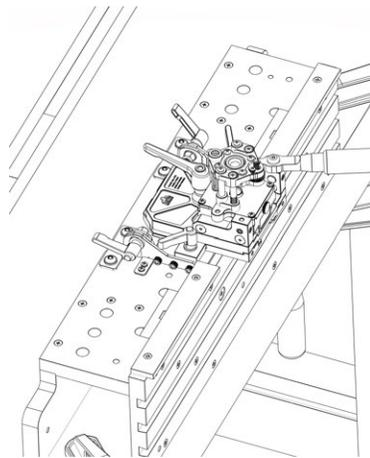

FIG. 11
1. Le dispositif de fixation de scie à onglets est déjà réglé. Pour modifier l'angle, desserrez les deux poignées de réglage situées à l'arrière du dispositif de fixation de scie à onglets et fixez-le au support en acier inoxydable. (Voir figure 11.)